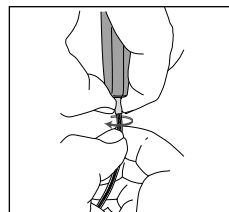

Fig. 7
6. Drej det ydre teflonkabel fra drejekontakten i bunden af satellitten. Placer drejeleddet i den ene hånd mellem tommelfinger og pegefinger og det ydre teflonkabel i den anden hånd mellem tommelfinger og pegefinger, og skrue det ydre kabel af (mod uret) fra drejeleddet (se fig. 7). Træk det indre kabel udad gennem svirvelen.